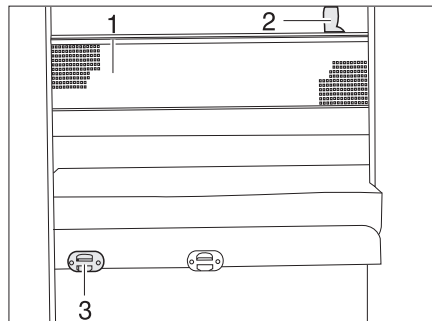

Bild 130 Sicherungsnetz
- Die Aufstiegsleiter mit den Holmen in die Halterung (Bild 130,3) an der Blende einhängen.
Das Sicherungsnetz (Bild 130,1) ist serienmäßig zwischen Matratze und Lattenrost verstaut. Das Sicherungsnetz erst aufspannen, wenn sich die Person bereits im Bett befindet.
- Die Haltebänder (Bild 130,2) in die Halterungen an der Decke einrasten.